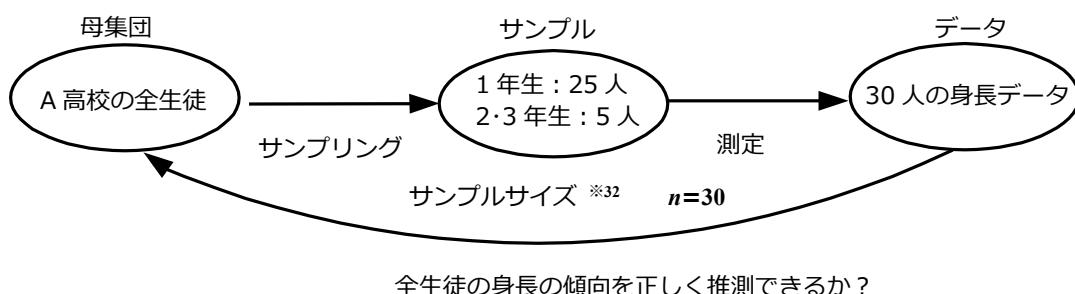

図2.3 サンプリングに偏りがある場合
(1) で取り上げたA高校に在籍している生徒の身長の傾向を把握することを考えます。そのために、母集団である全生徒から30人をサンプリングするとします。このとき、1年生から25人、2年生と3年生から残りの5人をサンプリングした場合には、サンプルの結果から母集団を正しく推測できるでしょうか（図2.3）。この場合は、明らかに1年生に偏った身長の推測となりますので、学年に偏りなくランダムに抽出することが必要です。そのためには、学年別に層別【2.3節（8）、p.24参照】してサンプリングすることも一つの方法です。